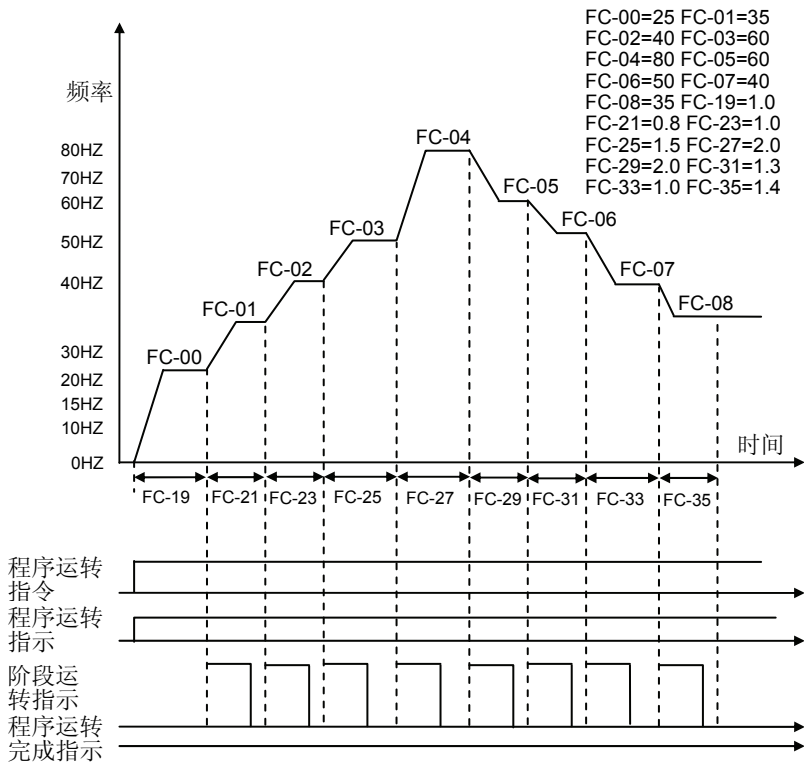

图 6-43A
- **动作说明：**如图 6-43A 所示，当 F0-02=1、FC-16=1、FC-17=9、FC-18=N 时，变频器从第一段频率（FC-00）开始运行，直到运行最后一段频率（FC-08），且一直按最后一段频率运行，当接收到停止命令时停止运行。